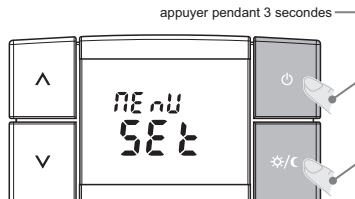

fig. 20
- Appuyer sur les touches  et  pendant 3 secondes (fig. 20).
- L'écran affichera pendant quelques secondes l'inscription **ME n U** **S E t** (fig. 20).